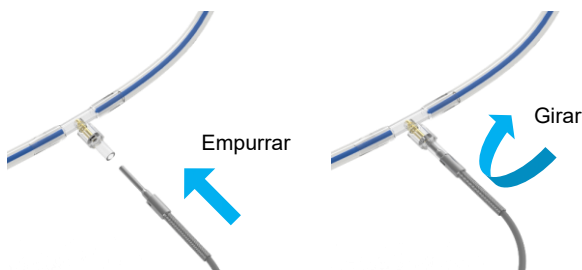

Figura 14 Conexão do sensor de temperatura ao conjunto de perfusão
- Conecte o sensor T2 à linha de perfusão, localizada na saída do reservatório do rim; veja a Figura 14.